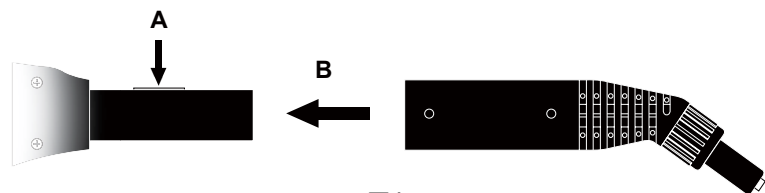

図4
2. グレーのロックボタンを押しながら（図4-A）メインノズルに付属品を取り付けてください。（図4-B）カチッと音がするまで押ししてください。